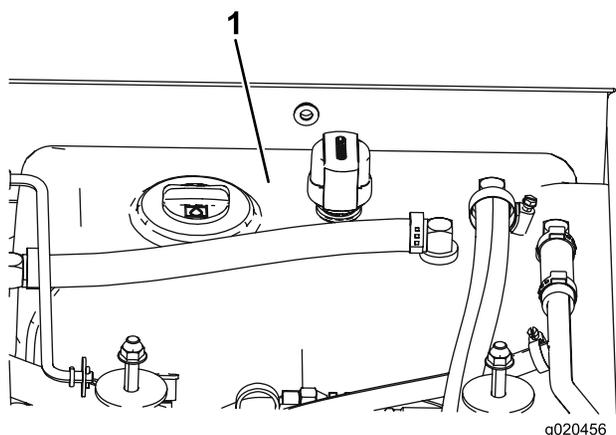

Figura 76
4. Riempite il serbatoio (Figura 76) di fluido idraulico; fate riferimento a Controllo del fluido idraulico (pagina 58).